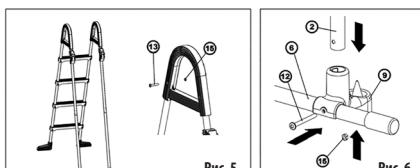
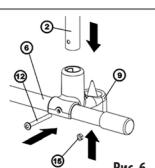

Рис. 5
Рис. 6
На собранную заднюю часть лестницы установите опорные ножки с установленными пластиковыми дугами и верхними зажимами, зафиксируйте соответствующими болтами (13) и гайками (15). (Рис. 5) После этого на опорные ножки снизу наденьте нижние противоскользящие зажимы (9) и вложите трубку распорки (6). Зажимы со стойкой зафиксируйте соответствующими болтами (12). (Рис. 6) Нижние зажимы затяните только после сборки комплектной лестницы, в том числе используемой съемной части.